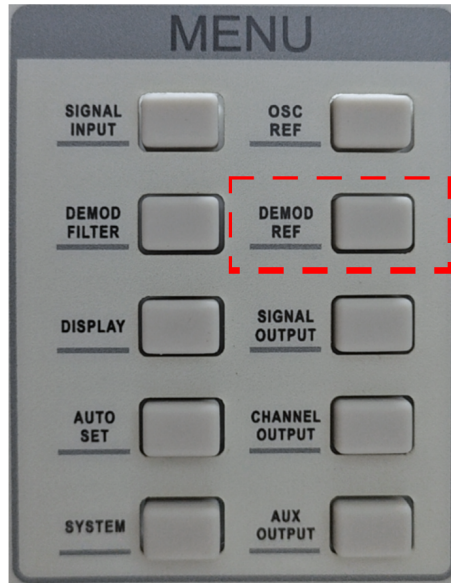

图 96. [DEMOD] 子菜单位置
4. 按下前面板 [DEMOD REF] 按键（图96所示）进入子菜单。